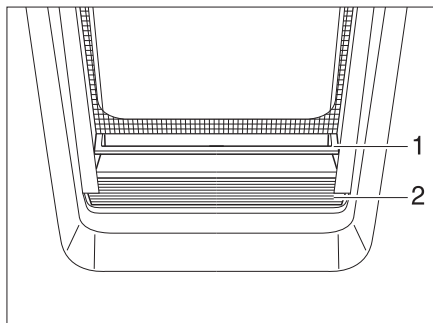

Fig. 28 Dispositif occultant plissé
- Saisir le dispositif occultant plissé (Fig. 28,2) au centre du rebord de saisie (Fig. 28,1), tirer de bas en haut et relâcher à la hauteur désirée. Le dispositif occultant plissé reste alors à cette hauteur.